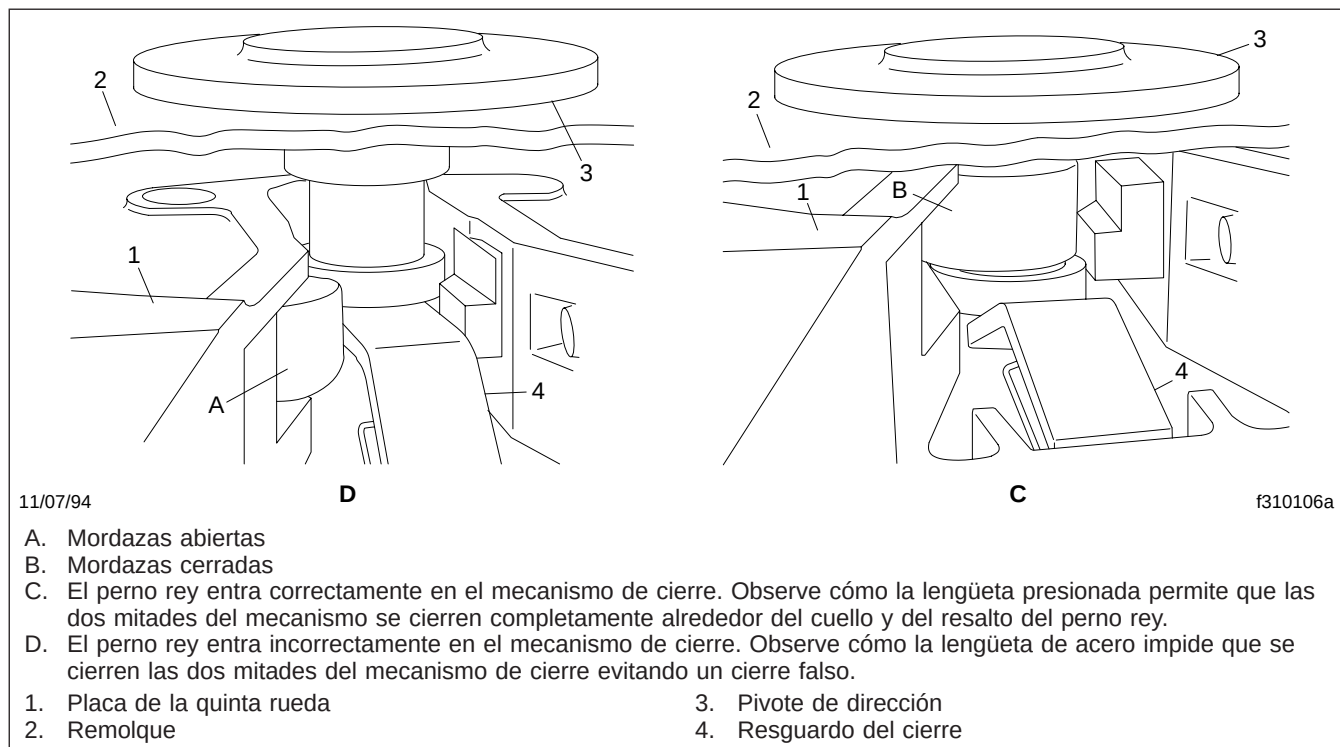

Figura 10.9, Mecanismo de resguardo del cierre de Holland (vista trasera)
3. Coloque el tractor de manera que la abertura del mecanismo de cierre de la quinta rueda esté alineada (tanto vertical como horizontalmente) con el perno rey del remolque. El perno rey debe estar en una posición que le permita entrar en la garganta del mecanismo de cierre, para impedir un cierre falso. Vea la Figura 10.9. Ajuste los patines del remolque para dar suficiente altura de alineación para que la quinta rueda levante el remolque con las rampas.